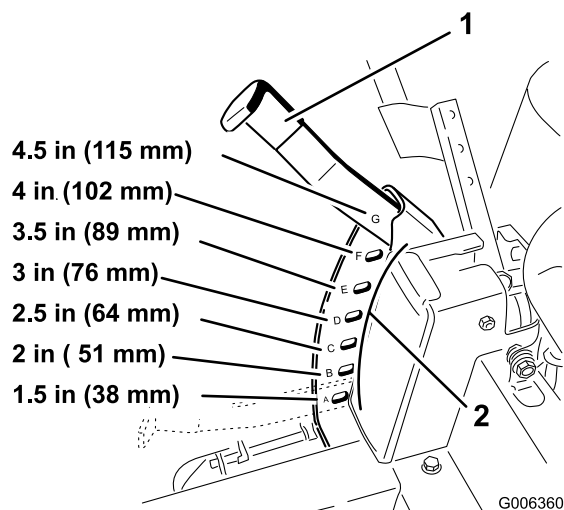

Figura 16
1. Alzate la leva dell'altezza di taglio in posizione di trasferimento, posizione dell'altezza di taglio **G** (anche 115 mm) (Figura 16).